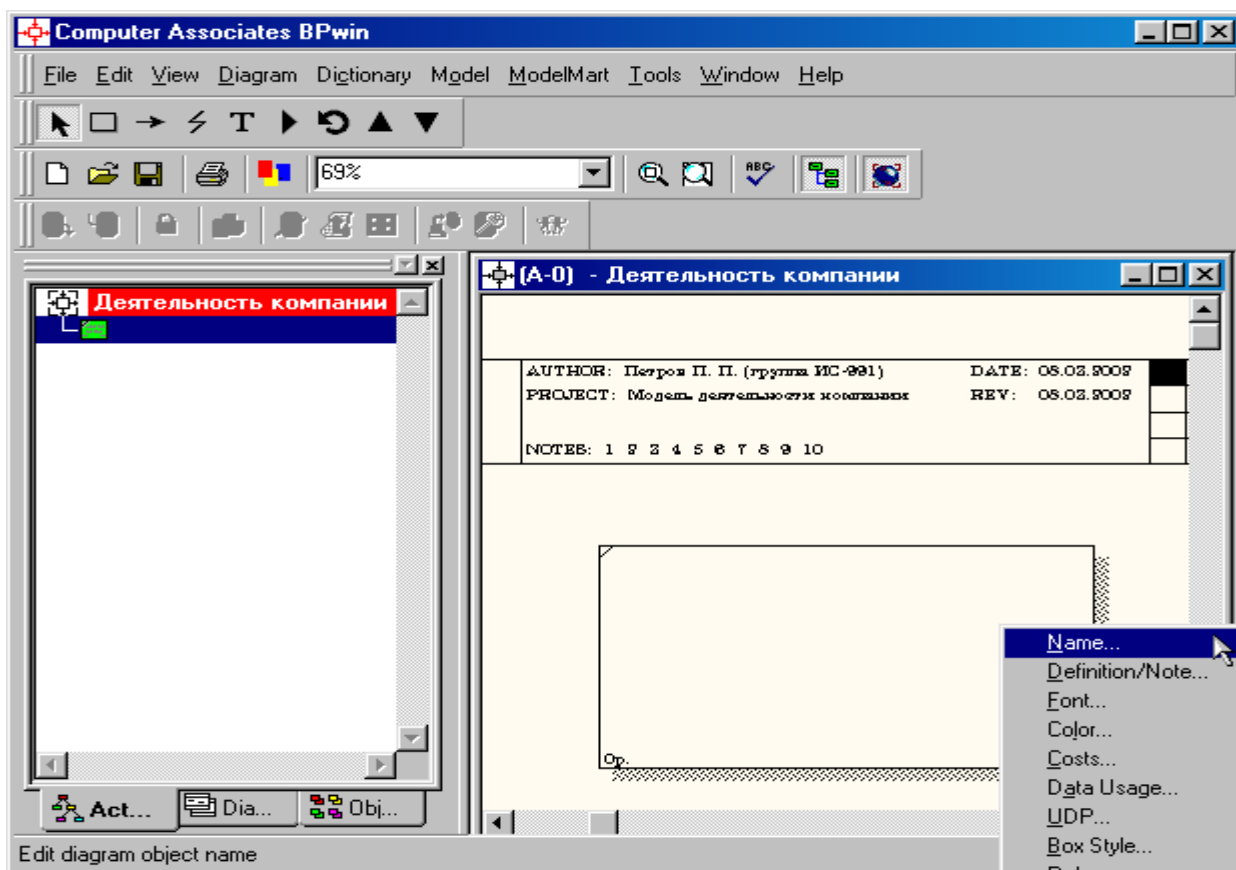

Рисунок 1.9 – Контекстное меню для работы с выбранной опцией **Name**
11. Перейдите на контекстную диаграмму и правой кнопкой мыши щелкните по прямоугольнику представляющему, в нотации **IDEF0**, условное графическое обозначение работы. В контекстном меню выберите опцию **Name**. Во вкладке **Name** внесите имя «Деятельность компании» (рисунок 1.9).